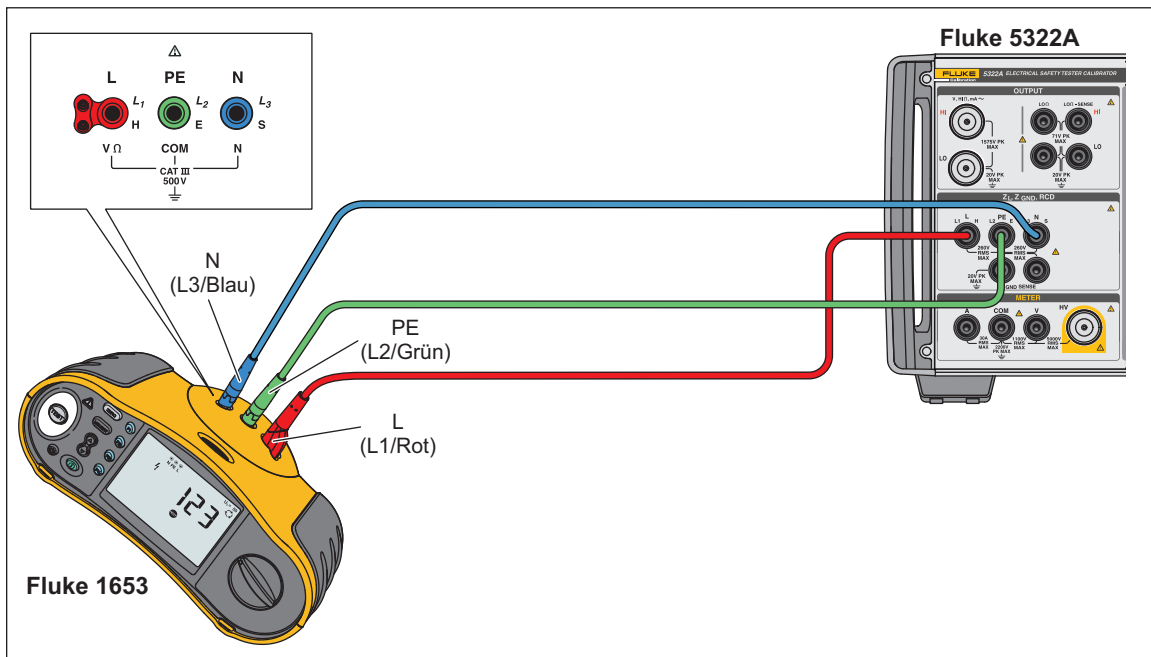

Abbildung 49. Kalibrierung von Auslösezeit und Auslösestrom von RCDs
2. Schließen Sie das DUT an die Anschlüsse **L**, **PE** und **N** des Produkts an, wie in Abbildung 49 dargestellt.
1. Schließen Sie das DUT an die Anschlüsse **L**, **PE** und **N** an, wie in Abbildung 49 dargestellt.
2. Schließen Sie das DUT an die Anschlüsse **L**, **PE** und **N** an, wie in Abbildung 49 dargestellt.